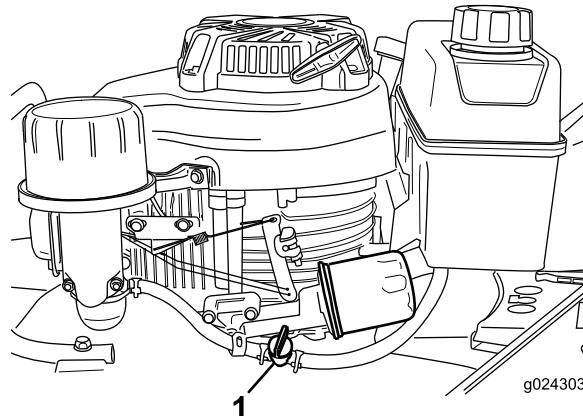

Figure 12
2. Ouvrez le robinet d'arrivée de carburant (Figure 12).
**Remarque:** Fermez le robinet d'arrivée de carburant (Figure 12) si vous ne prévoyez pas de démarrer le moteur tout de suite après.